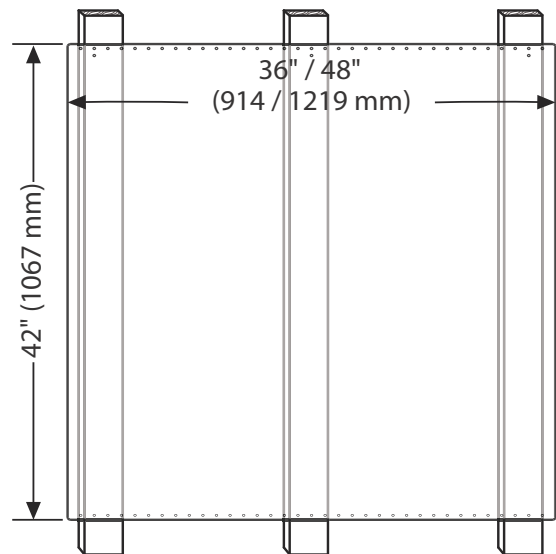

Figura 21: Instalación de la consola trasera
- Utilice dos de los tornillos proporcionados para fijar las partes inferior y superior de la consola trasera de protección a cada travesaño de pared (vea la *Figura 21*).